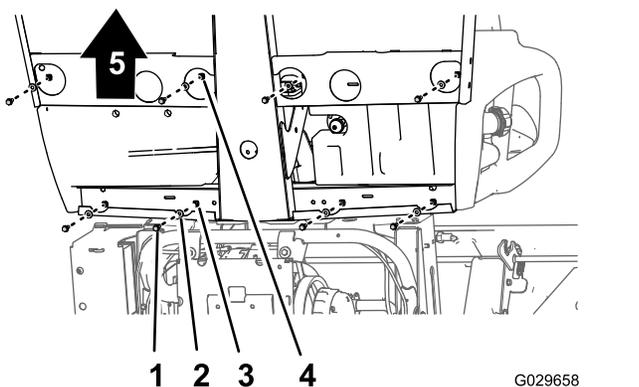
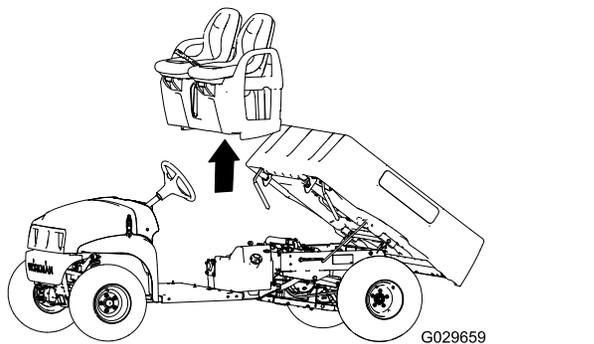

Рисунок 41
Рисунок 42
1. В нижней части автомобиля удалите 8 болтов с фланцевыми головками и 8 шайб, которые крепят основание сиденья к панели пола и заднему швеллеру кабины (**Рисунок 41**).
- Осторожно поднимите сиденья, основание сиденья и тросы стояночного тормоза с автомобиля (Рисунок 41).
- Поднимите сиденья и основание сиденья для установки на автомобиль и совместите тормозные тросы с ходовой частью (Рисунок 41 и Рисунок 42).
- Совместите отверстия в основании сиденья с отверстиями в панели пола и заднем швеллере кабины (Рисунок 41 и Рисунок 42).